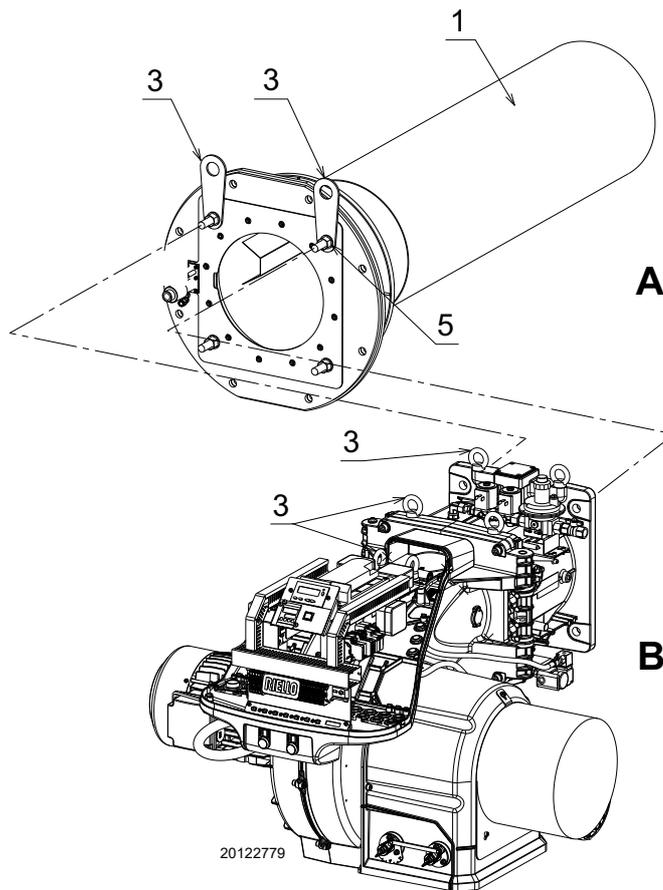
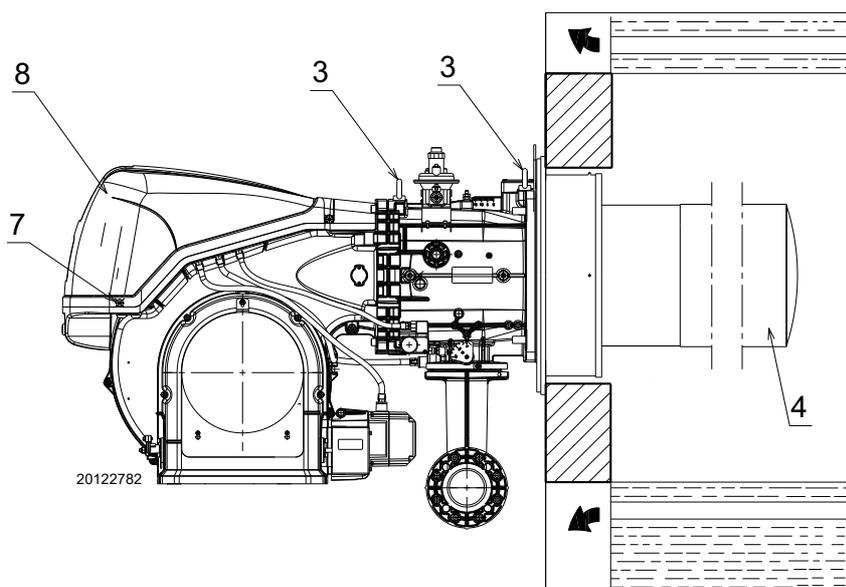

Abb. 18
Abb. 19
Durch Einhaken an den Ringen 3)(Abb. 18) ein angemessenes Hebeyesystem vorbereiten, nachdem die Befestigungsschrauben 7) der Verkleidung 8) entfernt wurden.
- Durch Einhaken an den Ringen 3)(Abb. 18) der Flammkopfeinheit 1) ein entsprechendes Hebeyesystem herstellen.
- Die gesamte Flammkopfeinheit die vorher gesetzte Bohrung des Heizkessels (Abb. 18) einpassen und mit den Schrauben M18 befestigen.
- Den Brenner an den Ringen 3)(Abb. 18) heben, nachdem die Befestigungsschrauben 7) der Verkleidung 8) (Abb. 19) entfernt wurden.
- Den Brenner mit den mitgelieferten Muttern 5) (Abb. 18) an der Flammkopfeinheit befestigen.